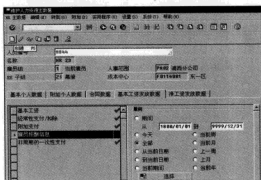

图 6-73 选择“雇员报酬信息”信息类型
STEP 1 选择“基本工资发放数据”主菜单，可以看到下面有“基本工资”、“经常性支付/扣除”、“附加支付”、“雇员报酬信息”、“非周期的一次性支付”5 个信息类型。选择“雇员报酬信息”信息类型，然后单击“[选择]”按钮，如图 6-73 所示。
STEP 3 如果要查询某用户当周的考勤情况，可以在图 6-73 中选择“雇员报酬信息”信息类型，然后在“期间”中选择“当前周”选项，单击“图”按钮，弹出“雇员报酬信息列表”界面，如图 6-75 所示。